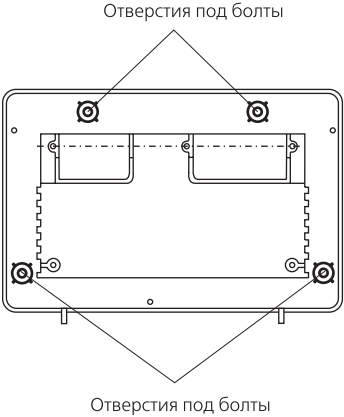

Рис. 8.7
8.2.8 Соедините кожух блока с нижней частью корпуса с помощью самонарезающих винтов в соответствии с Рис. 8.7